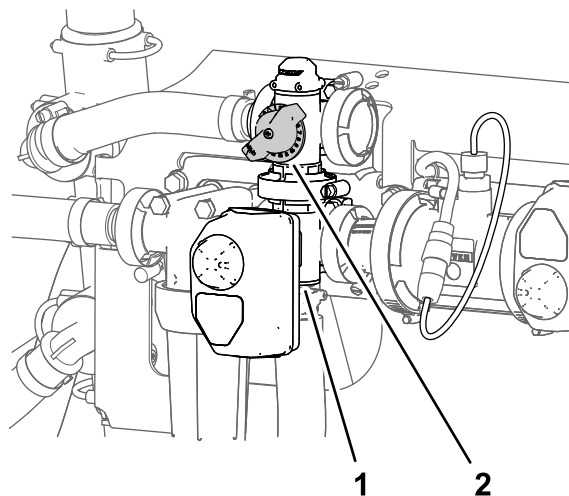

Рисунок 243
2. Отрегулируйте клапан перепуска перемешивания (Рисунок 243) так, чтобы показание давления в системе опрыскивателя стало равно 689 кПа (100 фунтов на кв. дюйм).